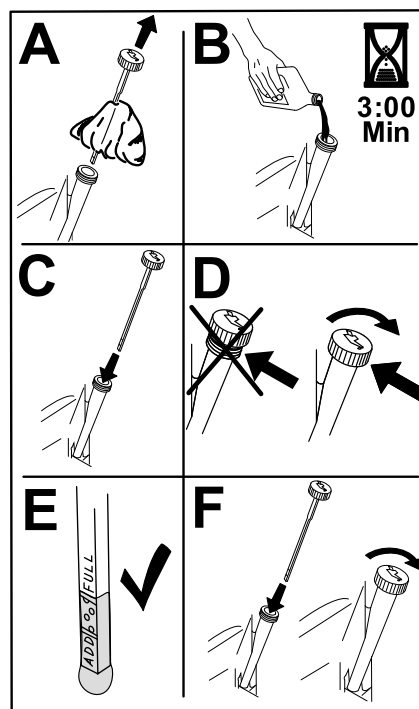

Figura 47
6. Versate lentamente circa l'80% dell'olio indicato nel tubo di rifornimento e sempre con cautela rabboccate l'olio necessario per portarlo alla tacca di Pieno (Figura 47).